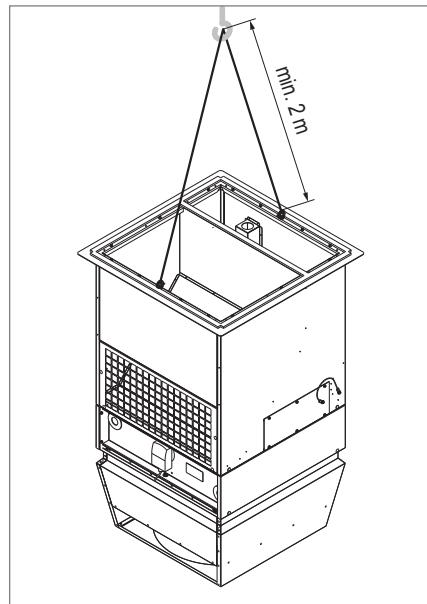

Fig. 23: Minimalna dužina konopca za dizanje
- Pazite na minimalnu dužinu konopca za dizanje (vidi Fig. 23).